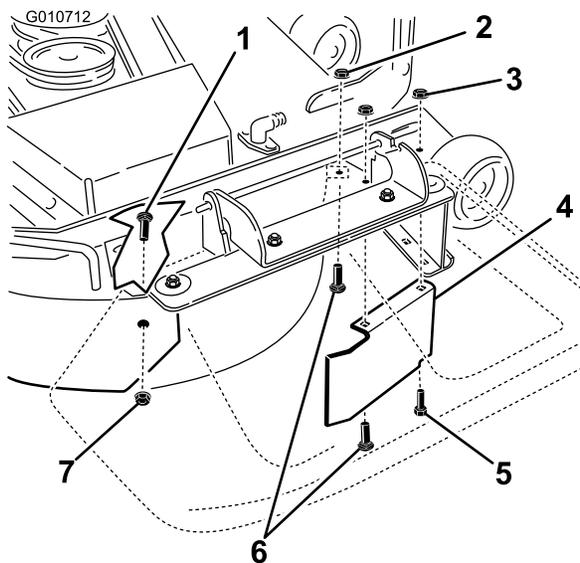

Figura 33
carcasa de corte, que sujetan el deflector a la carcasa (Figura 33).
10. Localice el protector del deflector en el borde delantero del orificio de descarga lateral (Figura 33).
11. Retire las fijaciones que sujetan el protector del deflector y el deflector derecho a la carcasa de corte (Figura 33).
14. Instale las fijaciones retirados anteriormente en los taladros delanteros de la placa de descarga y en el taladro delantero de la carcasa (Figura 33).